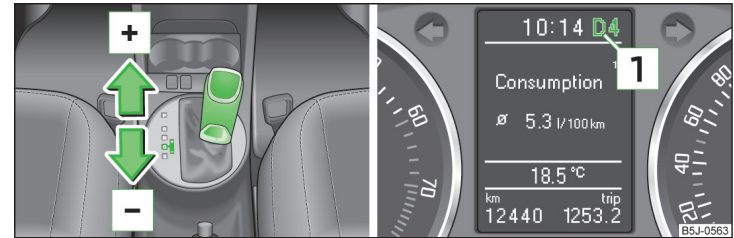

Abb. 109 Wählhebel / MAXI DOT-Display: eingelegter Gang
Der aktuell eingelegte Gang wird im Display  » Abb. 109 angezeigt.
► Den Wählhebel nach vorn  » Abb. 109 tippen.
► Den Wählhebel nach hinten  » Abb. 109 tippen.